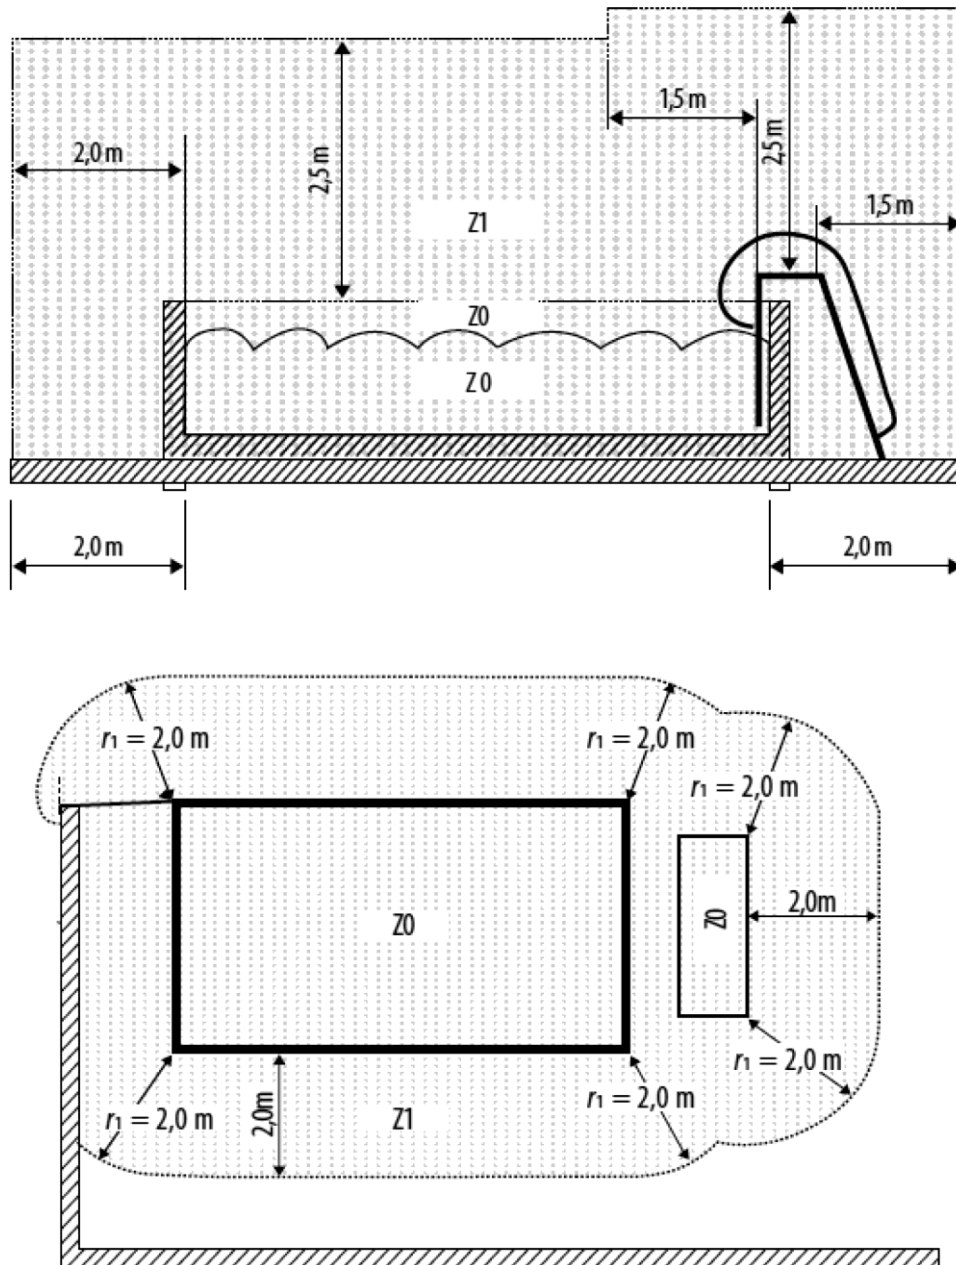

Abbildung 2
- In Zone 0 (Z0) und Zone 1 (Z1), (Abbildung 2).